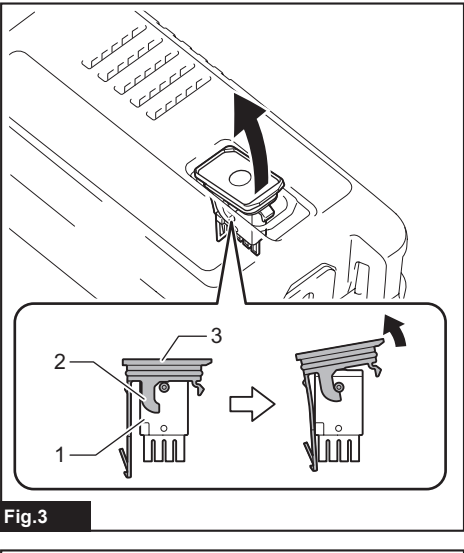

Fig. 3
► Fig.3: 1. Wireless unit 2. Hook 3. Lid